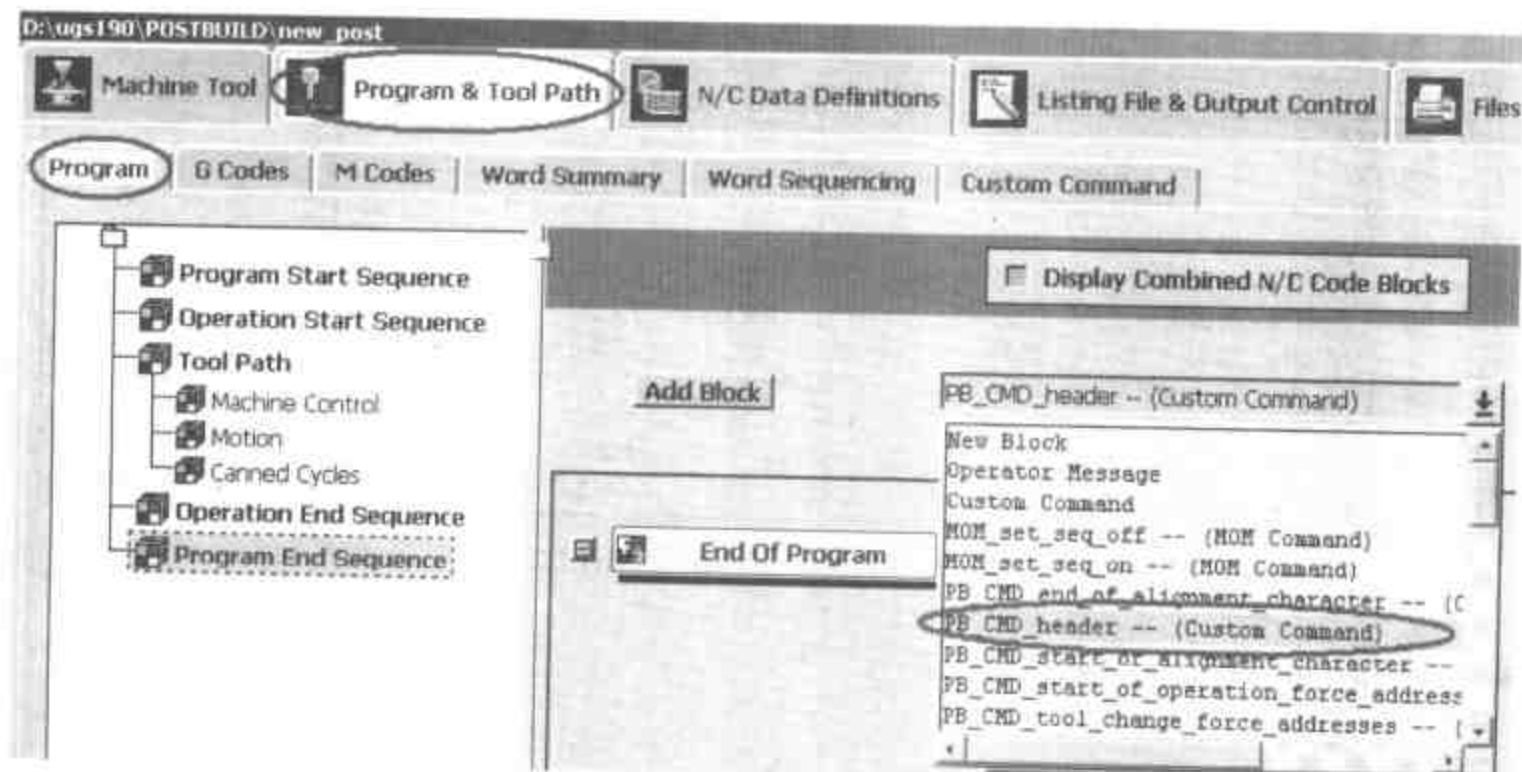

图 5-20 加用户指令到后处理程序
- 在 Add Block 里选择 PB_CMD_header, 拖拽到 Mom_set_seq_off 前面 (图 5-20 所示)。